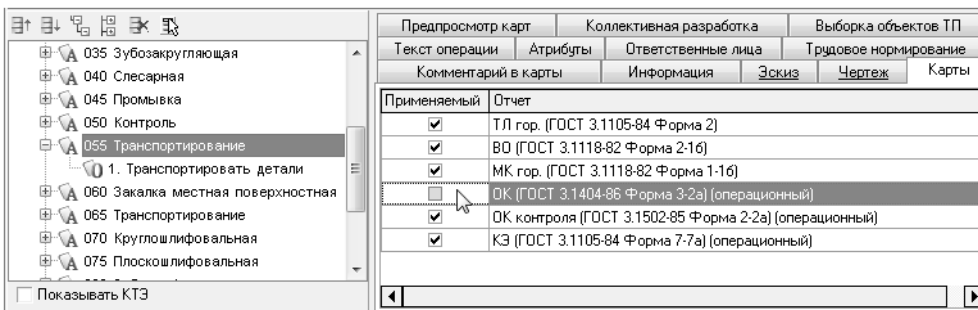

Рис. 9.10.
34. Снимите галочку напротив строки *ОК (ГОСТ 3.1404-86 Форма 3-2а)*, как показано на рис. 9.10.